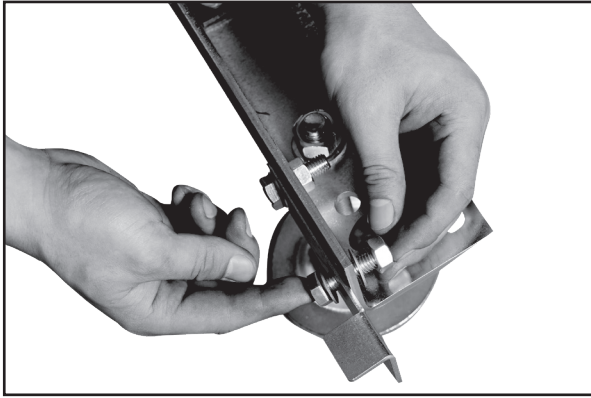

Fig. 30
Étape 17 : Installez les butées d'extrémité de rail. À chaque extrémité des rails, installez et, serrez une butée de fin de course de rail à l'aide de deux boulons à bride à tête hexagonale M10 et écrous de blocage à l'intérieur du rail, comme indiqué (fig. 30) et avec les écrous à l'intérieur.